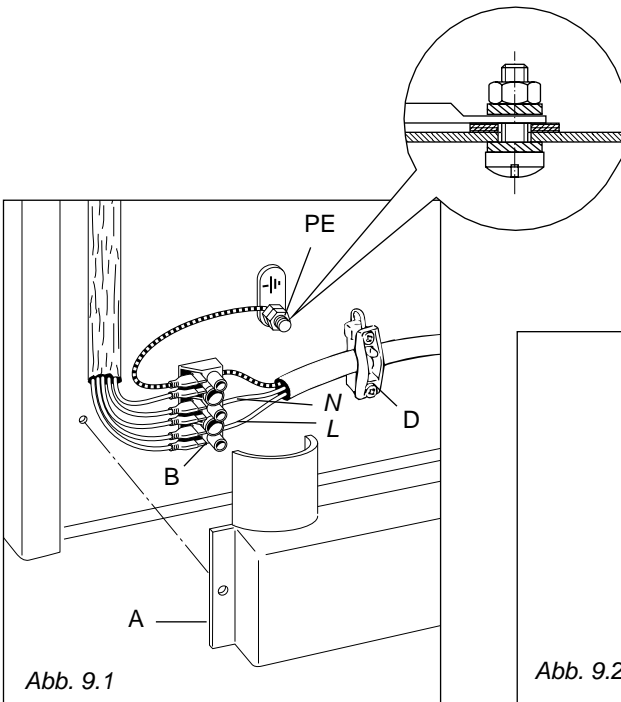
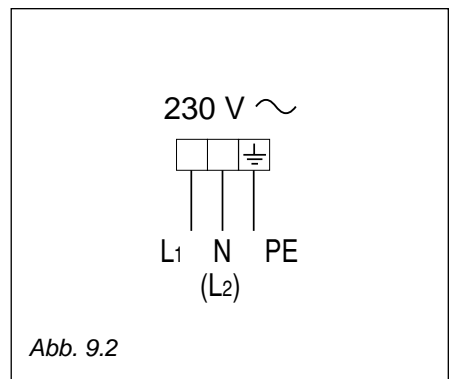

Abb. 9.1
Abb. 9.2
- Die Anschlußleitung durch die Zugentlastung “D” führen und fixieren (Abb. 9.1).
- Die einzelnen Phasen an das Klemmbrett “B” nach dem Schema in Abb. 9.2 und den Schutzleiter an die Klemme “PE” (Abb. 9.1) anschließen.